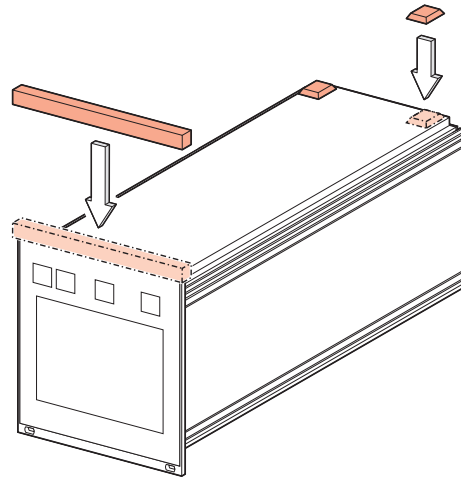

Abb. 3-1 Verwendung als Tischgerät
- 1 Legen Sie das Mehrkanal-Messgerät wie in Abb. 3-1, 10 dargestellt auf den Rücken